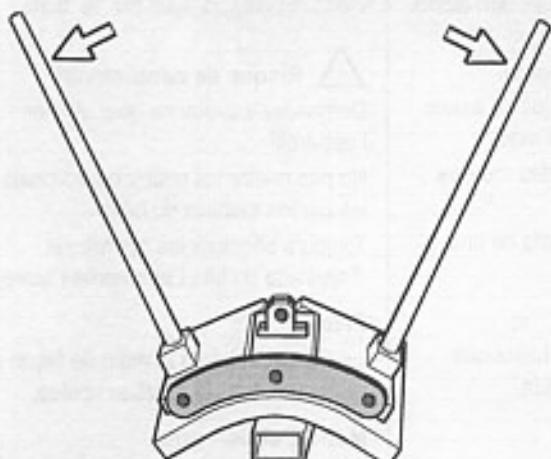

Bild 29 / Fig. 29
If necessary, adjust the movable wings of the heating plate by means of the two manoeuvring levers until the contour segments are fitted correctly. (fig.29)
Ajuster, le cas échéant, les parties mobiles des plaques chauffantes à l'aide des deux leviers de manœuvre jusqu'à ce que les gabarits soient logés correctement. (fig.29)
- ⇒ Falls erforderlich, die beweglichen Heizplattenflügel mit den beiden Bedienungshebeln soweit verstetzen, bis die Kontursegmente passen (Bild 29).